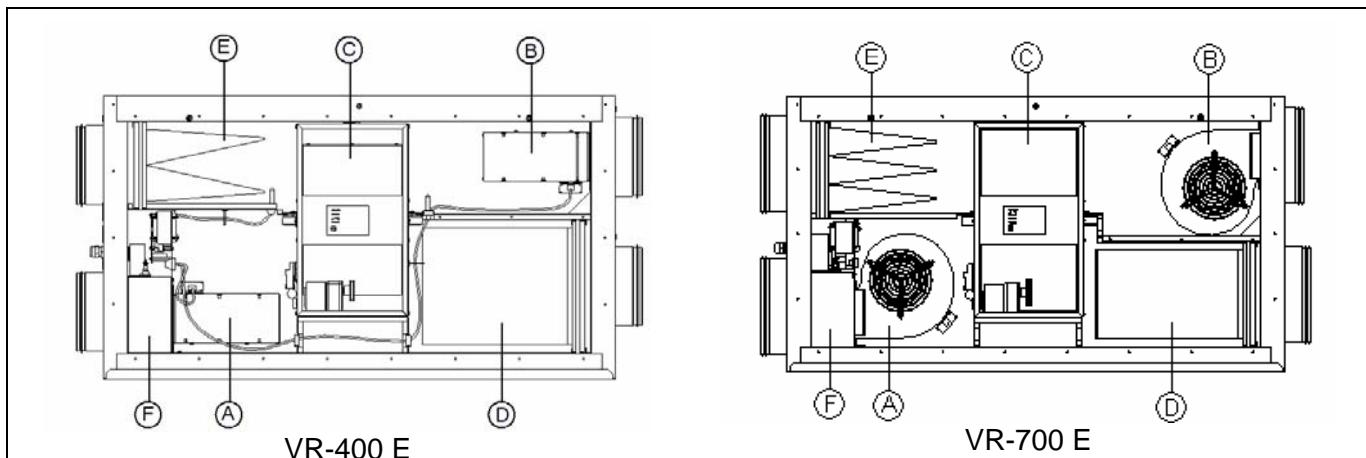

Fig. 2
Lampsignal (11) lyser når innstilt driftstid mellom bytte av filtre (D og E, fig. 2) er utløpt. Ventilasjonsaggregatet kan fortsatt benyttes, men effekten vil bli redusert dersom ikke filtrene byttes. Driftstid (6, 9 eller 12 mnd.) mellom filterbytte kan stilles inn vha. brytere på betjeningspanelet (se montasjeanvisning). Fra fabrikk er driftstiden satt til 9 mnd. Etter bytte av filter nullstilles driftstiden (se vedlikehold, pkt. 1).
Lampan (11) lyser när inställt driftstid mellan filterbyten (D och E fig. 2) har passerat. Aggregatet kan fortsatt vara i drift men effekten blir reducerad om inte filter byts. Driftstiden/ bytesintervallet kan ställas in via aggregatets kontrollpanel (6, 9 eller 12 månader, se montageanvisning). Fabriksinställning: 9 månader. Efter bytet av filter, nollställs driftstiden – se under skötsel:punkt1.
Die Lampe (11) leuchtet, wenn die FilterStandzeit abgelaufen ist (E und D, Fig.2). Das WRG-Gerät kann auch ohne Filterwechsel weiterlaufen, jedoch sinkt der Wirkungsgrad immer weiter. Die Standzeit (6, 9 oder 12 Monate) kann an der Steuerung eingestellt werden (Montageanleitung). Werkseinstellung für die Standzeit ist 9 Monate. Die Filter-Standzeit muß nach dem Wechsel neu aktiviert werden (siehe Wartung, Punkt 1).